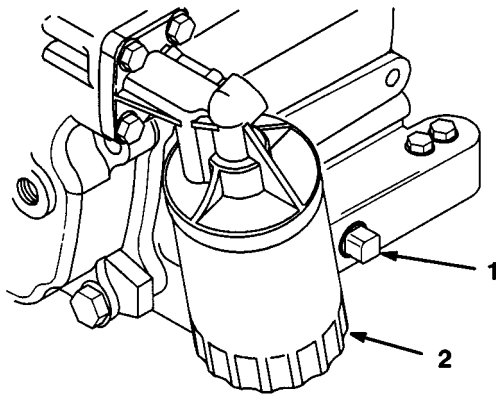

図 27
5. ドレンプラグ (図27) を外してオイルが抜けるのを待ち、プラグを元通りに取り付ける (1.8 kg.m)。